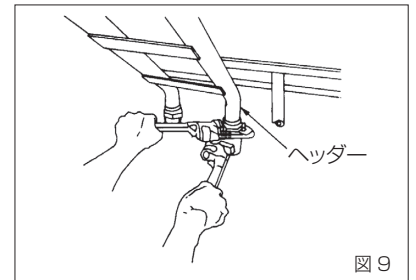

図 9
- ・冷温水配管締付時に熱交換器へ無理な力が加わらないようにするため、ヘッダー端部のおねじ側にも必ずパイプレンチを掛けてください。(図 9)